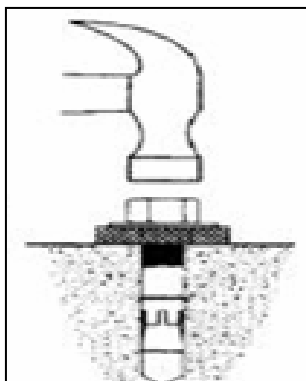
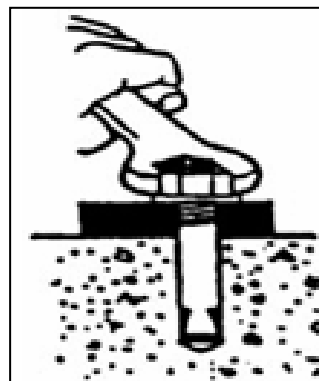

Рис. 19
Рис. 20
- Анкерный болт требуется установить в отверстие с использованием легкого молотка (без дюбеля, дюбель следует установить после выравнивания платформ) (**рис. 19**).
- После выполнения выравнивания вставьте дюбель-болт, ударьте молотком по дюбелю (**рис.19**), закрутите болт и гайку (**рис. 20**)
- Откройте все три шаровых вентиля (поверните против часовой стрелки вентиль «G» на 1-2 оборота, поверните против часовой стрелки вентиль «I» и вентиль «H» на 90 градусов на **рис. 19**).